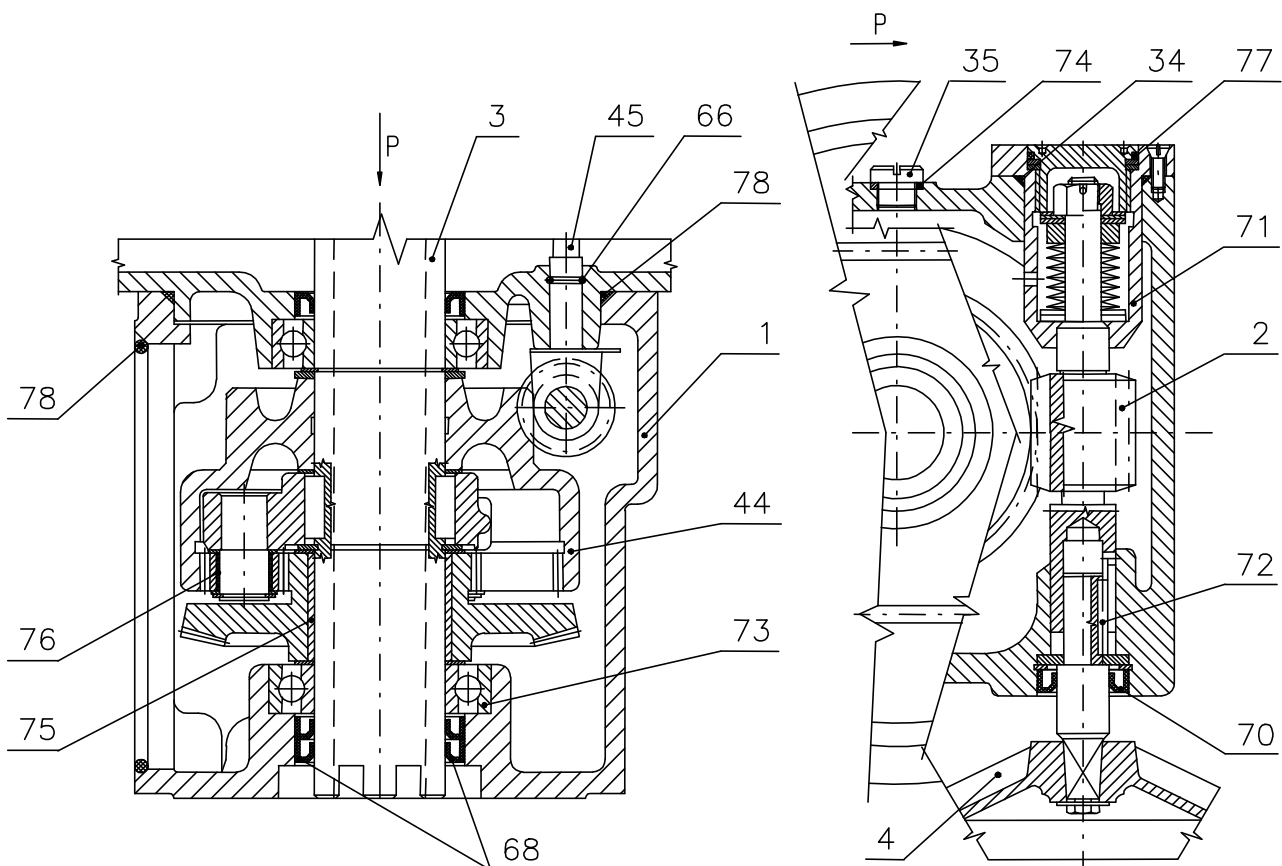
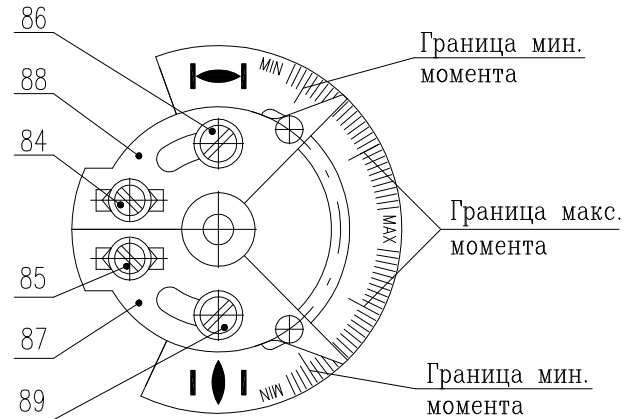

Рис. 2
Рис.4
Модуль М3 – силовая передача с ручным управлением (рис.2)
Моментное устройство (рис. 4 и 5) состоит из трех функциональных единиц:
- моментное колесо (рис. 4)
Моментное колесо (рис. 4) укреплено на моментном валике (45), выходящем от силовой передачи (рис. 2). Угол поворота моментного колеса пропорционален крутящему моменту на выходном вале (3) ЭП. Его величина устанавливается перестановкой сегментов (17) и передвижением упоров (18). Достигнутая величина крутящего момента переносится от моментного колеса на моментное устройство (9) при помощи моментного рычажка (42).
Данный модуль трансформирует вращательное движение выходного вала (3), рис. 2, на прямоходное движение выходной тяги (83). Бронзовая соединительная гайка (84) с трапецевидной резьбой засунута в зубы выходного вала (3). Направляющая скоба (85) препятствует поворачиванию выходной тяги (83) и одновременно выполняет функцию указателя позиции. Указатели позиции “O” и “Z” размещены на несущих стойках ЭП (87).